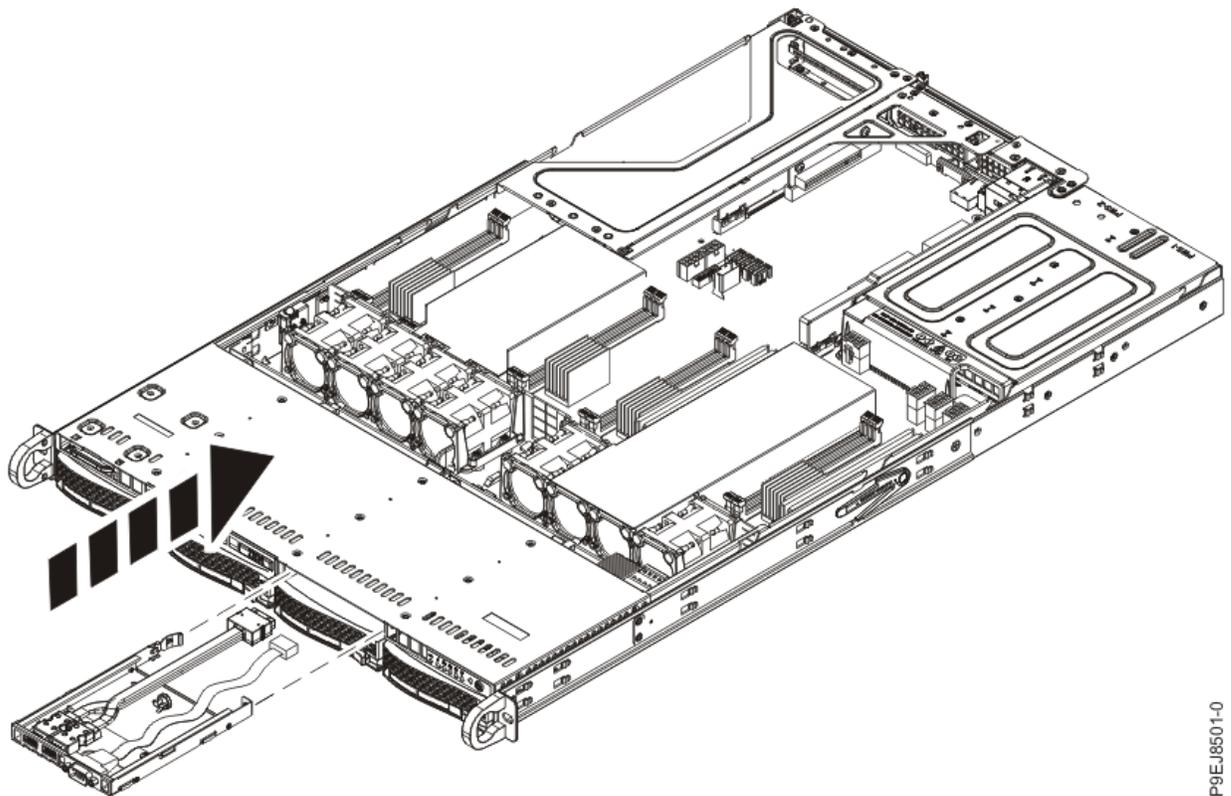

図 64 : USB ケーブルおよびコネクタの挿入
2. USB ケーブルとシリアル・ケーブルをシステムの前面を通して配線し、次に、73 ページの図 64 に示すように USB ケーブルおよびコネクタをスライドさせ、音を立てて所定の位置に収まるまでシステムの前面に入れます。